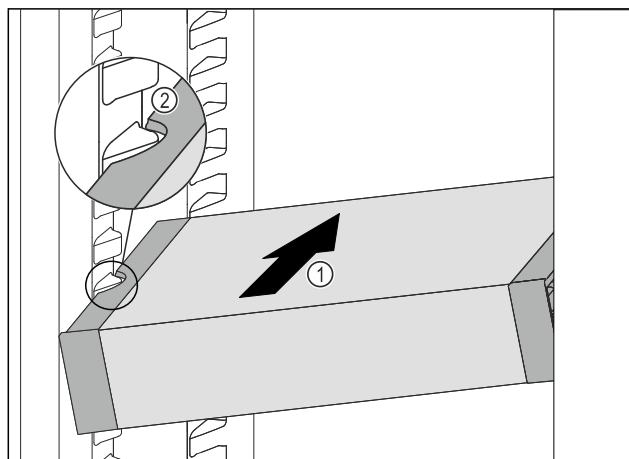

Fig. 52
- ▶ VarioSafe zasúvajte šikmo do chladničky Fig. 52 (1), dokým sa bočné vybrania Fig. 52 (2) VarioSafe nebudú nachádzať vo výške rebra nádoby v chladničke.